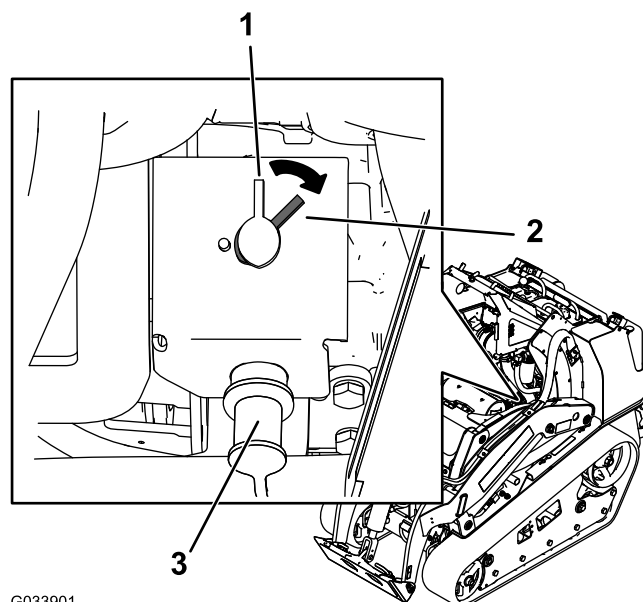

Рисунок 48
- Чтобы подать электропитание на машину, поверните выключатель массы аккумуляторной батареи по часовой стрелке в положение ВКЛ. (Рисунок 48).
- Чтобы отключить электропитание от машины, поверните выключатель массы аккумуляторной батареи против часовой стрелки в положение Выкл. (Рисунок 48).